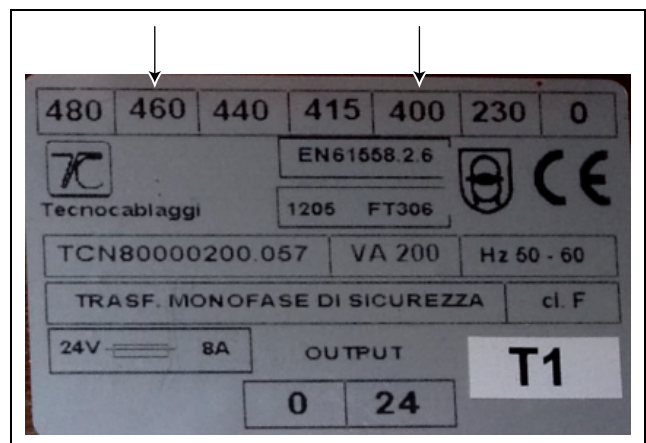

Fig. 9 : raccordement du transformateur
- Débrancher ce raccordement côté primaire et le raccorder sur 460 V (fig. 9).